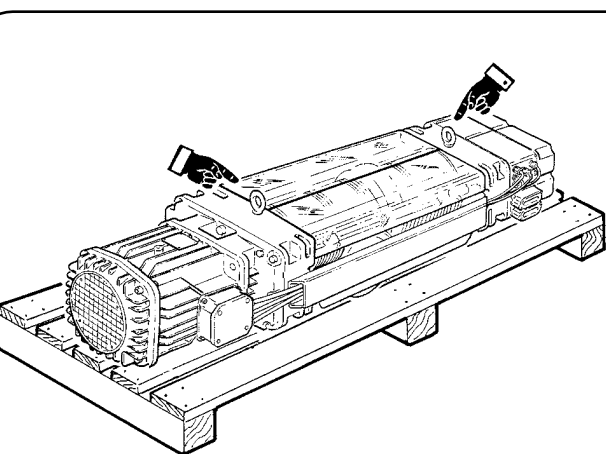

fig. 14
1. Il paranco DRH è sempre dotato di golfari di movimentazione, ubicati nella parte superiore delle flange portanti, che ne consentono la presa tramite un accessorio di sollevamento (imbracatura a due tiri di catena o di fune) dotato di idonei ganci o grilli (fig. 14).
Qualora il paranco debba essere rimosso dal pallet occorrerà utilizzare i golfari e l'apparecchio di sollevamento come descritto ed illustrato al punto (A - 1) - (fig. 14).